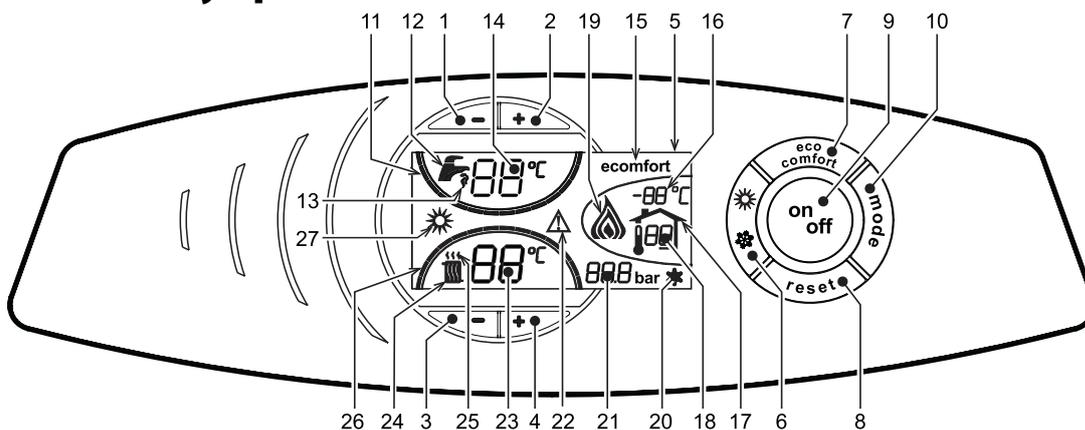
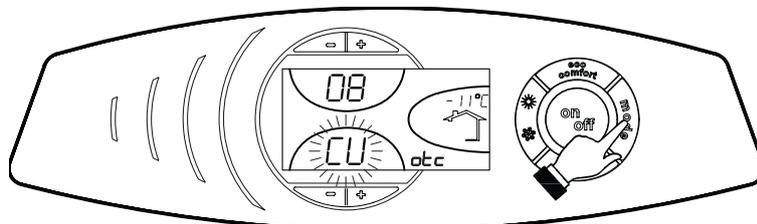
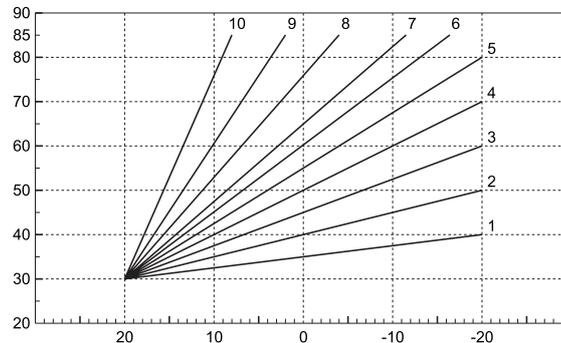
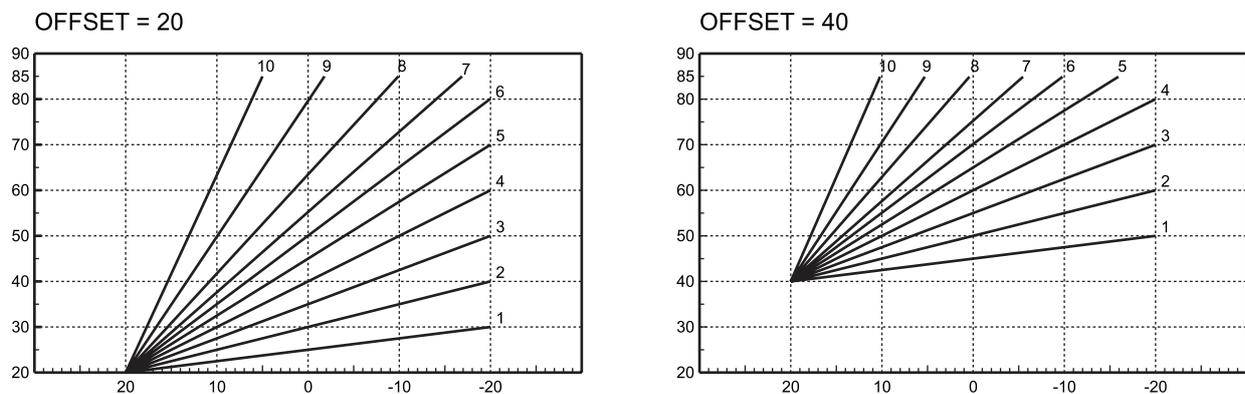

рис. 1 - Панель управления
рис. 11 - Кривая компенсации
рис. 13 - Компенсационные характеристики
рис. 14 - Пример параллельного смещения компенсационных характеристик
О поступлении команды на включение отопления (от комнатного термостата или от пульта ДУ) предупреждает мигание индикатора теплого воздуха, над радиатором (поз. 25 - рис. 1).
Индексные метки с подсветкой системы отопления (поз. 26 - рис. 1) загораются по мере приближения измеряемой датчиком температуры к заданному значению.
О поступлении команды включения котла на нагрев бойлера, генерируемой при остывании воды в бойлере, предупреждает мигание соответствующего индикатора (поз. 13 - рис. 1). **Убедитесь, что функция Comfort включена (поз.15 - рис. 1)**
Индексные метки с подсветкой системы ГВС (поз. 11 - рис. 1) загораются по мере приближения измеряемой датчиком температуры к заданному значению.
При включенной системе нагрева воды в бойлере (заводская установка) на дисплее отображается символ режима COMFORT (поз. 15 - рис. 1); наоборот, если система нагрева выключена, на дисплее высвечивается символ режима ECO (поз. 15 - рис. 1)
Бойлер может быть выключен пользователем (режим ECO) путем нажатия кнопки  (поз. 7 - рис. 1).
Для включения режима COMFORT снова нажмите клавишу  (поз. 7 - рис. 1).
Нажмите клавишу  (поз. 9 - рис. 1) в течение 1 секунды.
Для повторного включения котла вновь нажмите клавишу  (поз. 9 рис. 1) в течение 1 секунды.
- Нажмите кнопку ВКЛ/ВЫКЛ (поз.9 - рис. 1)
Нажмите клавишу  (поз. 6 - рис. 1) в течение 1 секунды.
На дисплее высвечивается символ «Лето» (поз. 27 - рис. 1). При этом котел будет работать только на контур ГВС. Система защиты от замерзания остается активной.
Для переключения в режим «Зима» вновь нажмите клавишу  (дет. 6 - рис. 1) в течение 1 секунды.
Температура в системе отопления регулируется в пределах от 30 °C до 90 °C с помощью клавиш  (поз. 3 и 4 рис. 1); однако, не рекомендуется эксплуатировать котел при температуре ниже 45 °C.
Температура воды в бойлере ГВС регулируется в пределах от 10°C до 65°C с помощью клавиш  (поз. 1 и 2 - рис. 1).
При наличии датчика уличной температуры (опция) на дисплее панели управления (поз. 5 - рис. 1) отображается измеряемая этим датчиком температура. При этом система управления котлом работает в погодозависимом режиме. В этом режиме температура воды, подаваемой в систему отопления, регулируется в зависимости от уличной температуры с тем, чтобы обеспечить максимальный комфорт и экономию энергетических ресурсов в течение всего отопительного сезона. Так, при повышении уличной температуры понижается температура подачи воды в систему отопления, что производится по установленной «кривой компенсации».
С переключением в погодозависимый режим величина температуры, устанавливаемой клавишами  (поз. 3 и 4 - рис. 1) соответствует максимальной температуре подачи воды в систему отопления. Рекомендуется устанавливать максимальное значение заданной температуры с тем, чтобы позволить системе регулировать изменение температуры во всем диапазоне значений.
При однократном нажатии кнопки  (поз. 10 - рис. 1) на дисплей выводится текущая компенсационная характеристика (рис. 11), которую можно изменить с помощью кнопок задания температуры воды ГВС  (поз. 1 и 2 - рис. 1). Измените конфигурацию кривой в пределах от 1 до 10 в зависимости от характеристики (рис. 13). При задании значения 0 функция регулировки в режиме плавающей температуры исключается.
При одновременном нажатии кнопок регулировки температуры отопления  (поз. 3 и 4 - рис. 1) открывается доступ к параллельному смещению характеристик (рис. 14), с помощью кнопок регулировки температуры в контуре ГВС  (поз. 1 и 2 - рис. 1).
Для выхода из режима параллельного смещения кривых еще раз нажать клавишу  (поз. 10 - рис. 1).
Если к котлу подключено устройство дистанционного управления (опция), вышеописанные операции могут производиться только так, как указано в таблице 1. При этом на дисплее пульта управления (поз. 5 - рис. 1) высвечивается температура в помещении, измеряемая встроенным температурным датчиком устройства управления.
Выбор режимов ECO/COMFORT	При отключении режима ГВС с пульта ДУ котел устанавливается в режим «Eco-putu». В этих условиях кнопка 7рис. 1 - на панели котла отключена.
При включении режима ГВС с устройства ДУ котел устанавливается в режим COMFORT. В этих условиях с помощью кнопки 7рис. 1 - на панели управления котла можно выбрать любой из этих двух режимов.